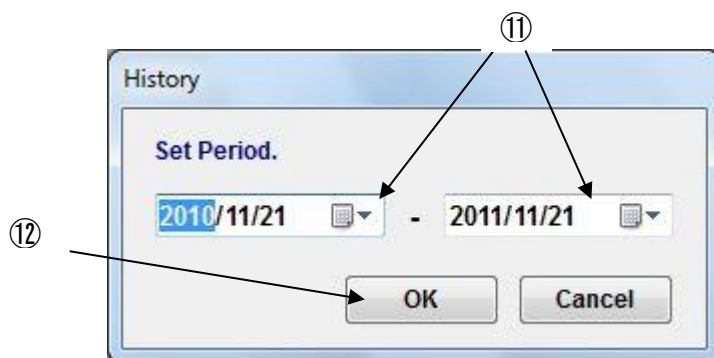

図 10-5 Period Setting ダイアログ
(10) [Period]を選択すると"Period Setting ダイアログ"(Fig.10-5) が表示されます。
(11) 日付入力または[▼] マークをクリックしカレンダー上で日付を変更してください。
(13) 更新された日付にて全発注品データが再表示されます。
(14) 部品検索には"Code Search"機能または"Filter" 機能をご使用ください。(18 章参照)